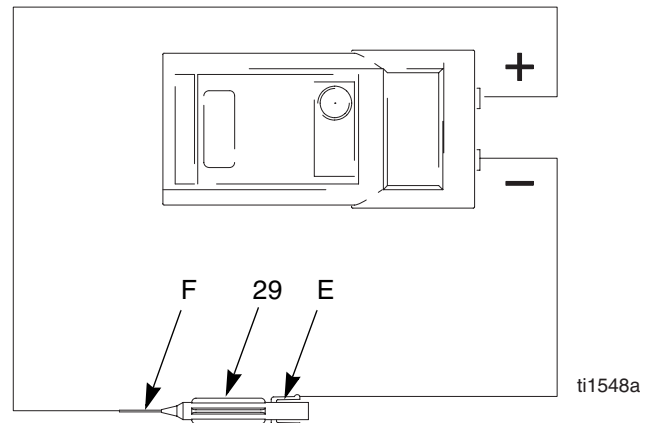

Fig. 9. Electrodo
4. Retire el electrodo (29), en la página 27. Mida la resistencia entre el contacto (E) y el cable del electrodo (F). La resistencia debería ser 20–30 megaohmios. Si estuviera fuera de los límites, reemplace el electrodo. Vea la Fig. 9.